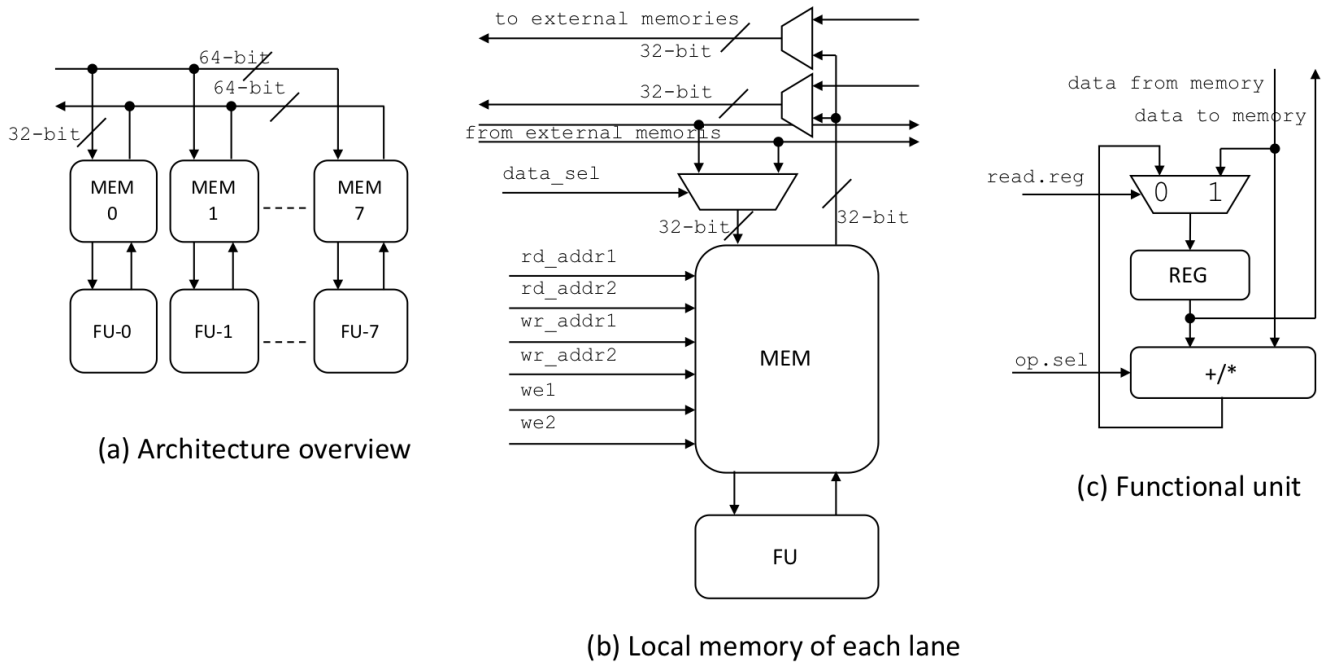

Fig. 3:アーキテクチャ
Fig. 3に示すような8レーンのSIMDアクセラレータ上で、行列aと行列bの乗算を行うためのプログラムを以下に示します。アクセラレータの命令セットを **命令セット** に示します。 Fig. 3(a)に示すように、アクセラレータは8個のローカルメモリとFunctional Unit(FU)のペアを持ちます。各ローカルメモリは64bit幅の共有データバスに接続されています。このデータバスは32bitのデータ(=1ワード)を同時に2つ転送できます。 Fig. 3(b)のようにローカルメモリは32bit幅なので、データバスの64bitのうちどちらの32bitを使うかマルチプレクサで選択できます。
ローカルメモリのアドレスaddrの内容をFunctional UnitのレジスタREGにコピーします(Fig. 3 (c)参照)。
- Fig. 3(b)のようにライトポートのうち1つは共有データバスに接続されており、外部メモリ(External Memory)から受け取ったデータを書き込むために使われる。もう一方のライトポートはFUに接続されている。リードポートも同様にデータバスとFUに1ポートずつ接続されている。
- 各FUのレジスタ(Fig. 3(c)のREG)のサイズは1ワードである